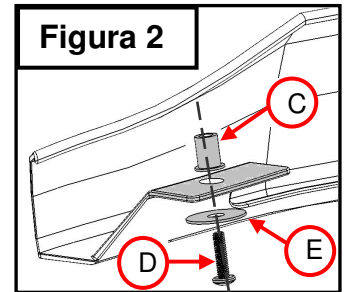

Figura 2
3. Coloque las piezas suministradas en el deflector como se muestra (**Figura 2**). Marque los puntos para pre-perforar usando un marcador y las ranuras en el deflector de cofre Putco.